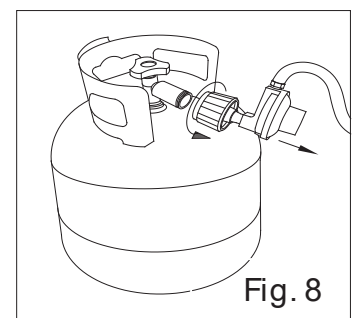

Fig. 8
5) Déconnectez le régulateur de la bouteille comme dans la fig. 8.